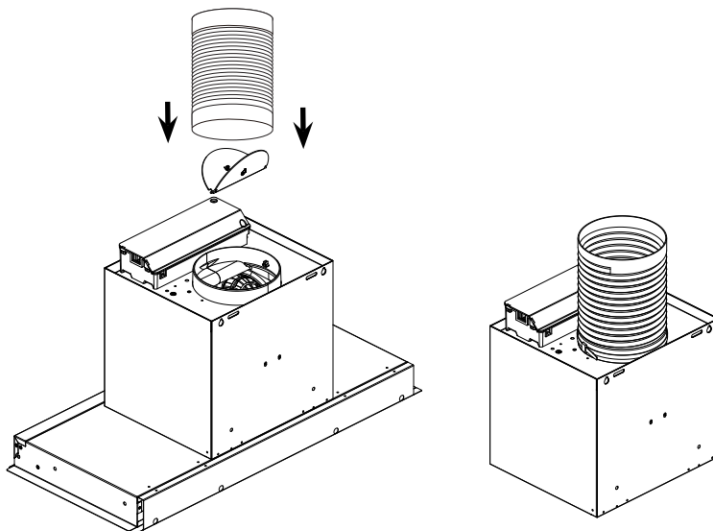

Rys. 3
5. Przymocować poszerzoną płytę tylną do tylnej części okapu kuchennego za pomocą 8 śrub ST4*8 mm, (patrz Rys. 3) **(Odpowiednie dla sytuacji, w której głębokość otworu w wynosi 315 mm).**